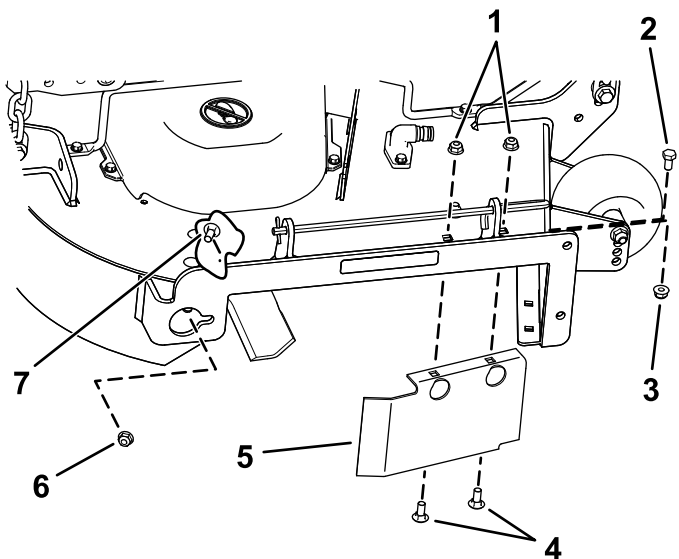

Figura 33
8. Retire el perno de cuello cuadrado (5/16" x 3/4") y la contratuerca (5/16"), situados en la pared trasera de la carcasa del cortacésped, que sujetan el deflector a la carcasa (Figura 33).
9. Localice el protector del deflector en el borde delantero del orificio de descarga lateral (Figura 33).
10. Retire las fijaciones que sujetan el protector del deflector y el deflector derecho a la carcasa del cortacésped (Figura 33).
13. Instale las fijaciones retirados anteriormente en los taladros delanteros de la placa de descarga y en el taladro delantero de la carcasa (Figura 33).